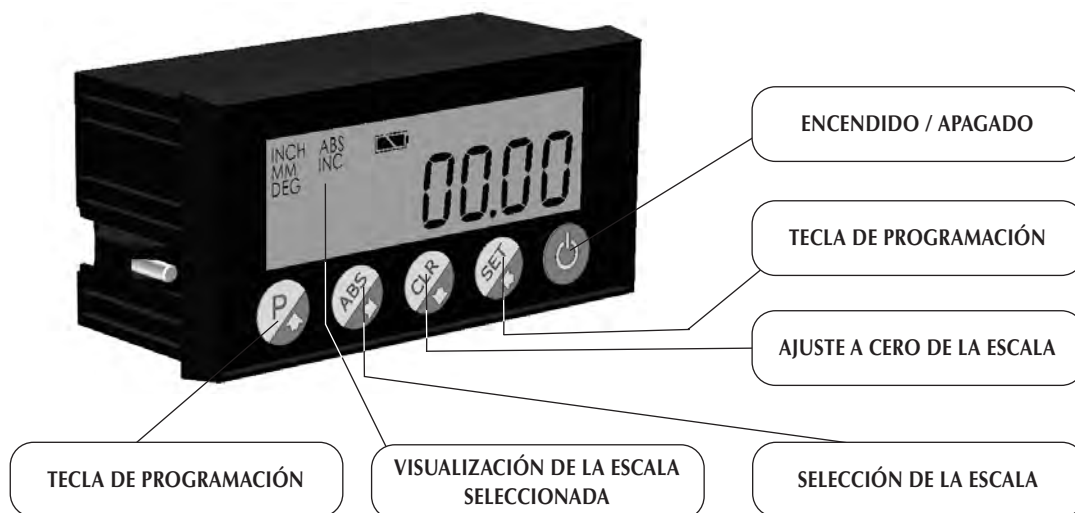

Fig. 5.4
4. Encender la máquina accionando el interruptor ref. 4 **Fig. 5.1** y sucesivamente encender los visualizadores mediante la tecla correspondiente. **Fig. 5.4**
5. Ajustar a cero las escalas de los visualizadores mediante la tecla "CLR"; **Fig. 5.4** (cada uno de los visualizadores posee dos escalas independientes "ABS" e "INC", estas escalas se pueden seleccionar con la tecla "ABS").
- 3 Seleccionar en el visualizador del eje X la escala "ABS" presionando la tecla "ABS" **Fig. 5.4**
- 6 Seleccionar en el visualizador del eje Y la escala "INC" presionando la tecla "ABS" y ajustarla a cero mediante la tecla "CLR" **Fig. 5.4.**